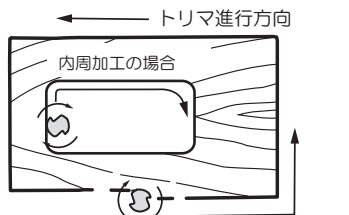

図1 ビット回転方向 外周加工の場合
6. 面取りなど材料の側面加工を行なう場合には、**図1**の矢印方向に本体を送り切削してください。